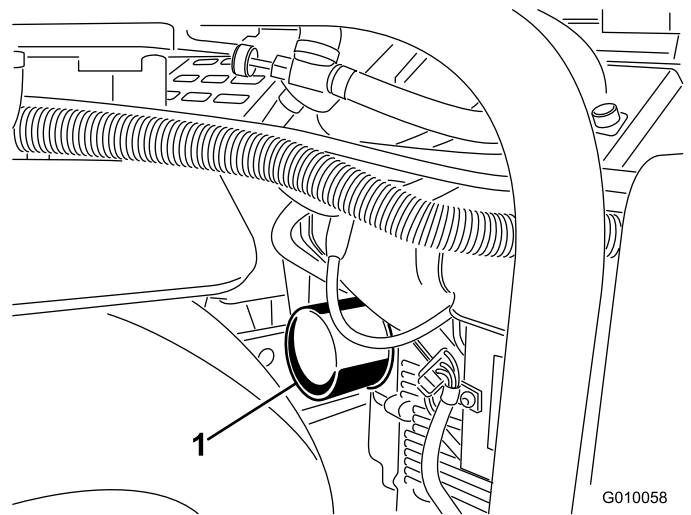
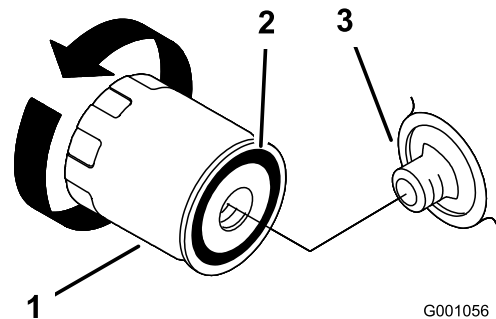

Рисунок 47
Рисунок 48
6. Для сбора масла разместите под фильтром мелкий поддон или ветошь (Рисунок 47).
7. Извлеките старый фильтр (Рисунок 47 и Рисунок 48) и протрите поверхность прокладки переходника фильтра.